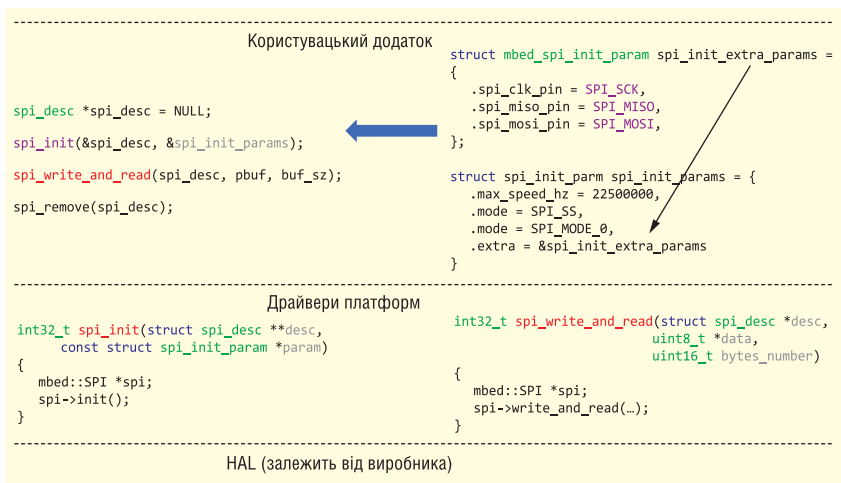

Рис. 9. API-інтерфейси або функції модуля SPI
- *spi.cpp/c* — файл містить реалізацію функцій, оголошених у файлі *spi.h*, що використовуються для ініціалізації периферійного модуля SPI і читання/запису даних з/в нього для конкретної платформи (рис. 9). Термін «платформа» в ширшому сенсі позначає комбінацію апаратного мікроконтролера (цільового пристрою) і програмного забезпечення (наприклад, RTOS або Mbed-OS). Вміст цього файлу залежить від плат-